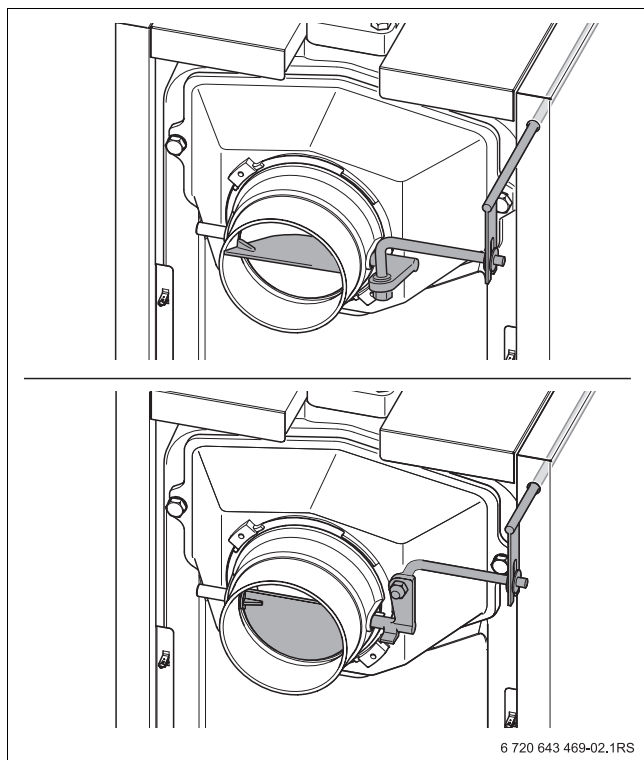

Рис. 2 Дымовая заслонка (вверху открыта; внизу закрыта)
Дымовую заслонку открывают при розжиге холодного котла или при недостаточной тяге в дымовой трубе (→ верхний рис. 2). Благодаря этому горячие дымовые газы быстрее выходят в дымовую трубу, что создаёт в ней лучшую тягу.
В нормальном режиме и при достаточной тяге в дымовой трубе заслонка должна быть частично закрыта (→ нижний рис. 2). Таким образом возникают меньшие потери при остывании через дымовую трубу.
**ОПАСНО:** угроза получения травм из-за высокой температуры коллектора дымовых газов (→ рис. 2, стр. 7)!